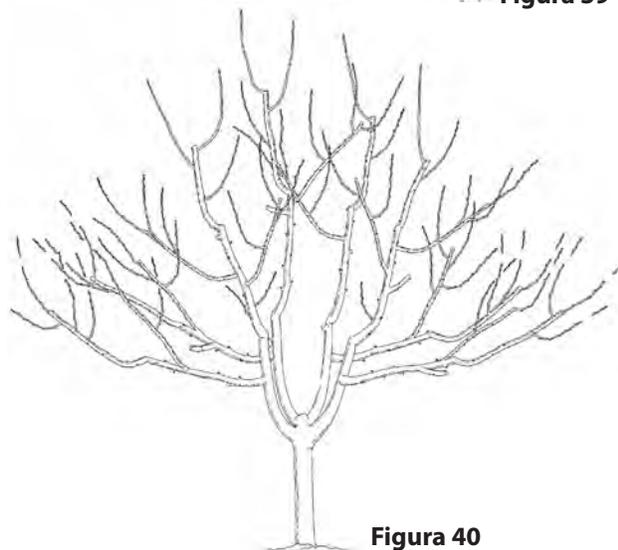

Figura 40
- Si un árbol SL no produce bien, despunte las ramas laterales inferiores—todas aquéllas que se pueden alcanzar desde el suelo. Quite hasta un tercio del nuevo crecimiento (Figura 40). Esta práctica vigoriza la parte inferior del árbol y estimula nuevo crecimiento en una parte del árbol que de otro modo sería difícil de vigorizar.